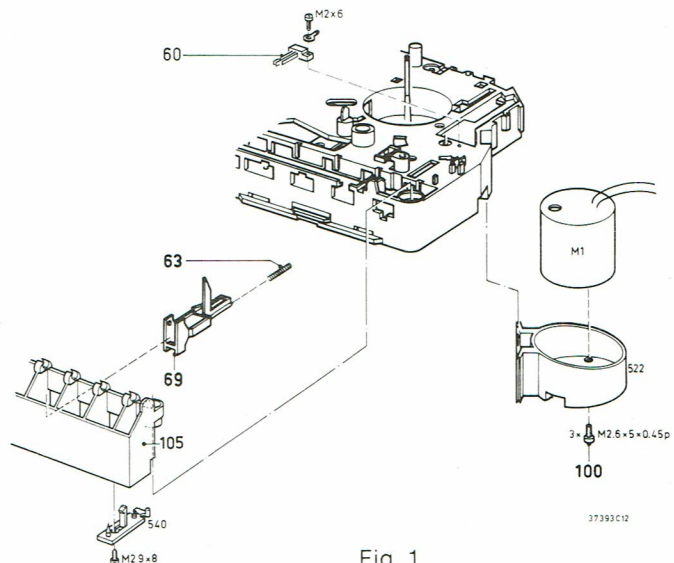

Fig. 1
The RT-74 mechanism is mechanically identical to the RT-1 mechanism WT07 (see supplement I-RT-1), however the motor is now screwed into the motor holder and item 64 + 63, 505 and 506 have been deleted. Under the erase head K2 a plate, service code number 4822 466 91402, has been added. For the construction see Fig. 1.
Du point de vue mécanique, le mécanisme RT-74 est similaire au RT-1 WT07 (voir en supplement I-RT-1), à la différence que le moteur est à présent vissé sur le support et les repères 64 + 63, 505 et 506 sont supprimés. Une plaquette a été ajoutée sous la tête d'effacement K2-code: 4822 466 91402. Voir en Fig. 1 pour ce qui est de la construction.
Dal punto di vista meccanica, il meccanismo RT-74 è simile al RT-1 WT07 (supplement I-RT-1), eccetto il fatto che il motore viene ora vitato sul sostegno e le posizioni 64 + 63, 505 e 506 sono soppressi. Una piastrina è stata aggiunta sotto la testina di cancellazione K2 - numero di codice: 4822 466 91402. Vedi in Fig. 1 per quanto è della costruzione.
Het RT-74 loopwerk is mechanisch gelijk aan het RT-1 loopwerk WT07 (zie supplement I-RT-1), met dat verschil dat de motor nu op de motorhouder geschroefd is en posities 64 + 63, 505 en 506 vervallen zijn. Onder de wiskop (K2) is een plaatje toegevoegd, service codenummer 4822 466 91402. Voor constructie zie Fig. 1.
Der RT-74 Mechanismus ist dem RT-1 Mechanismus WT07 (siehe Supplement I-RT-1) gleich, jedoch der Motor ist jetzt auf dem Motorhalter geschraubt und Positionen 64 + 63, 505 und 506 sind abgeführt. Unter dem Löschkopf K2 ist eine Platte, Kodenummer 4822 466 91402 hinzugefügt worden. Für die Konstruktion siehe Fig. 1.